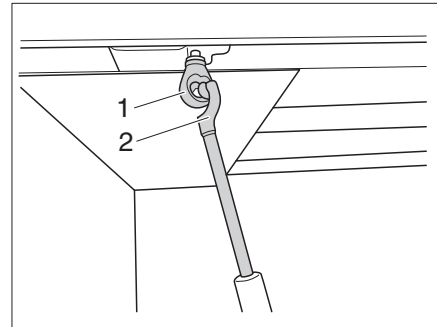

Fig. 148 Réglage en hauteur
- Accrocher la manivelle (Fig. 148, 2) dans l'œillet (Fig. 148, 1) du réglage en hauteur.